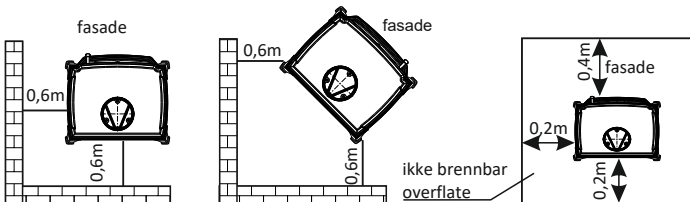

Fig.2. Trygg avstand fra peisovnen
- Peisovnen må plasseres på en ikke brennbar overflate, min. 0,4 m fra ovnen og min 0,2 m målt fra sidene og baksiden av ovnen (se fig 2),